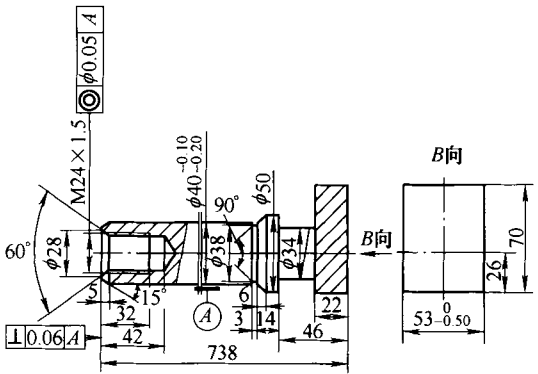

图 3
(2) 改造措施 2 用比图样尺寸大一些的棒料 φ45mm 不锈钢棒料 2Cr13（见图 3），在阀杆方头处我们采用堆焊法进行堆焊，堆焊几层大于图样方头尺寸后，再进行退火处理后进行机械加工，经磨削之后，再进行调质处理，其硬度达到图样要求，这样阀杆与方头为一体，可以有效地防止阀杆轴方头处断裂发生。此方法既节省了原材料，又完全能够满足设计要求。鉴于有一台出现了质量问题，我们把 6 台 400NL743H16C 液动耐磨节流阀的阀杆轴全部进行更换，以防止类似的情况发生。